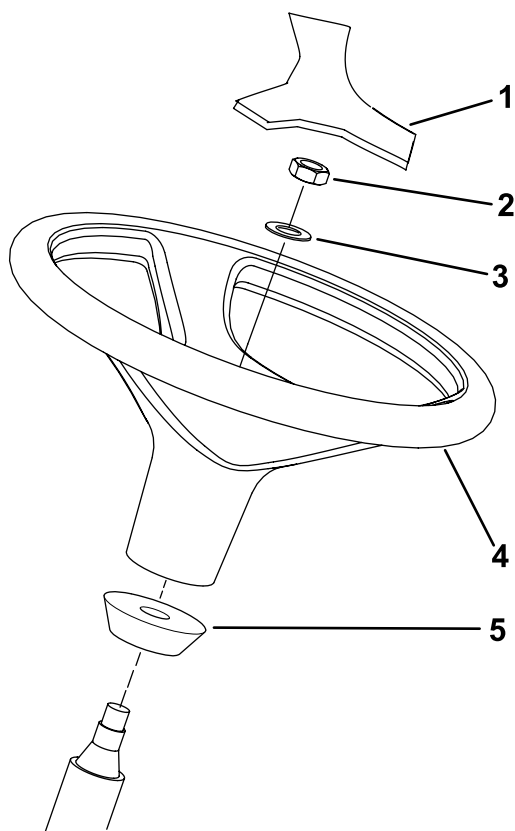

図 12
1. 出荷台からハンドルを外す。 図 12
注 ステアリングシャフトについているウレタン製のカラーは外さないでください 図 12。
3. ハンドルとワッシャをステアリングシャフトにはめ込む (図 12)。
5. ハンドルにカバーを取り付ける(図 12)。